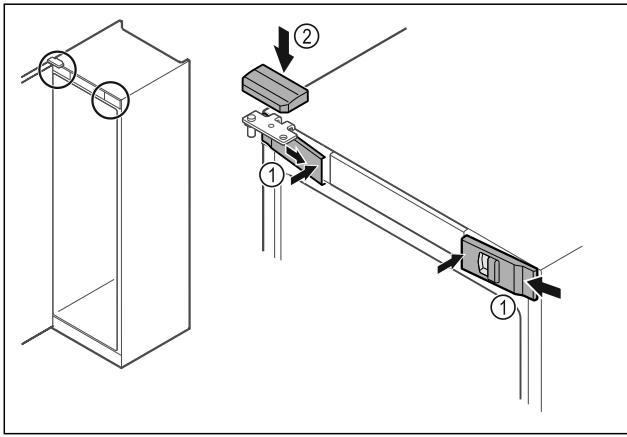

Fig. 46
- Accrocher les caches avant Fig. 46 (1) par les côtés et les enclencher en appuyant sur l'intérieur.
- Insérer le cache supérieur Fig. 46 (2) par le haut.